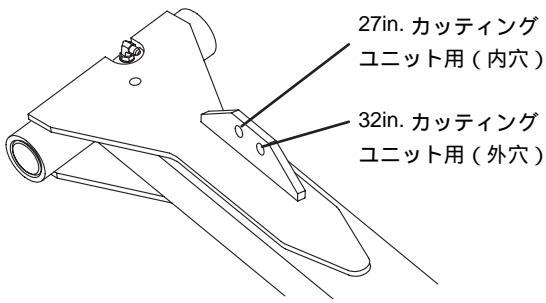

図8
8. クレビスピンとコッターピンを使って、昇降チェーンの他方の端部を昇降アーム取り付けタブの穴に固定する(図8)。